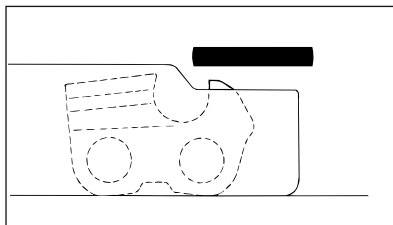

Рис. 80
- Ограничитель глубины обрабатывать вместе с опилочным шаблоном (рис. 80)